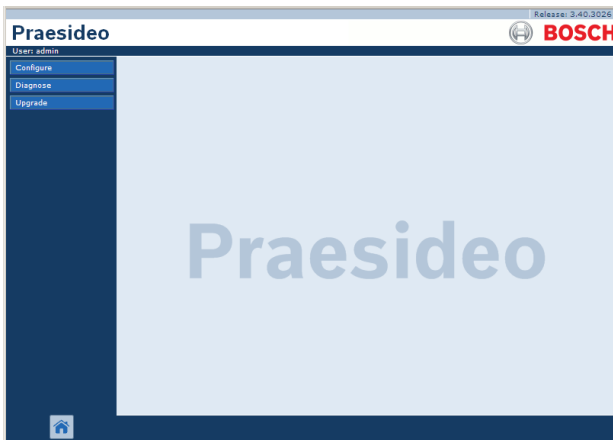

Abbildung 36.8: Startseite des Webinterface.
- 5 Geben Sie den Benutzernamen in das Feld *User Name* und das Passwort in das Feld *Password* ein und klicken Sie auf *OK*, um die webbasierte Benutzeroberfläche zu öffnen. Es wird ein Bildschirm angezeigt, der Abbildung 36.8 ähnelt.